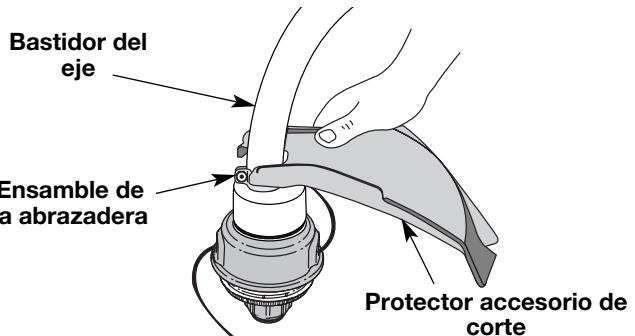

Fig. 3
1. Coloque el protector accesorio de corte sobre el bastidor del eje sobre el ensamblaje de la abrazadera (Fig. 3)